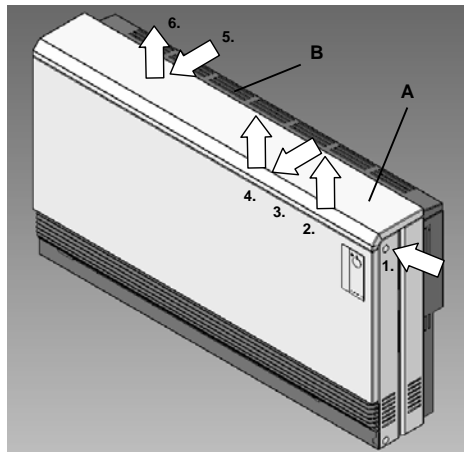
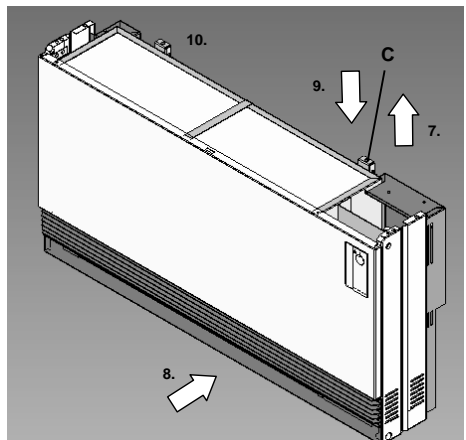

Fig.8 Gerät öffnen
Fig.9 Gerät an Wandkonsolen einhängen
Gerät, wie unter Punkt 1-10 (Seite 8, Fig.8+9) beschrieben, öffnen und an den Wandkonsolen einhängen.
- Gerät öffnen (Fig.8):
2. Deckel (A) vorn ca. 10mm anheben.
5. Rückwanddeckel (B) nach vorn ziehen.
- Gerät an Wandkonsolen einhängen (Fig.9):
32. Rückwanddeckel und Deckel in umgekehrter Reihenfolge Punkt 1 bis 6 (Fig.8) wieder montieren.